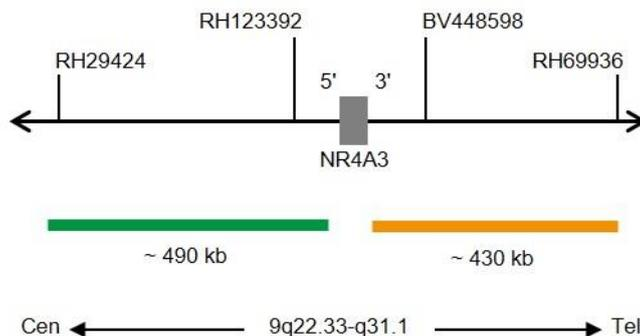

Fig. 1: SPEC NR4A3 Mapa da sonda (sem escala)
- Polinucleótidos (~10 ng/μl) com marcação ZyGreen (excitação 503 nm/emissão 528 nm), dirigidos ao mapeamento de sequências alvo em 9q22.33* (chr9:102,070,916-102,561,593) proximais ao ponto de quebra do gene NR4A3 (ver Fig. 1).
- Polinucleótidos (~4.5 ng/μl) com marcação ZyOrange (excitação 547 nm/emissão 572 nm), dirigidos ao mapeamento de sequências alvo em 9q31.1* (chr9:102,636,487-103,065,504) distais ao ponto de quebra do gene NR4A3 (ver Fig. 1).